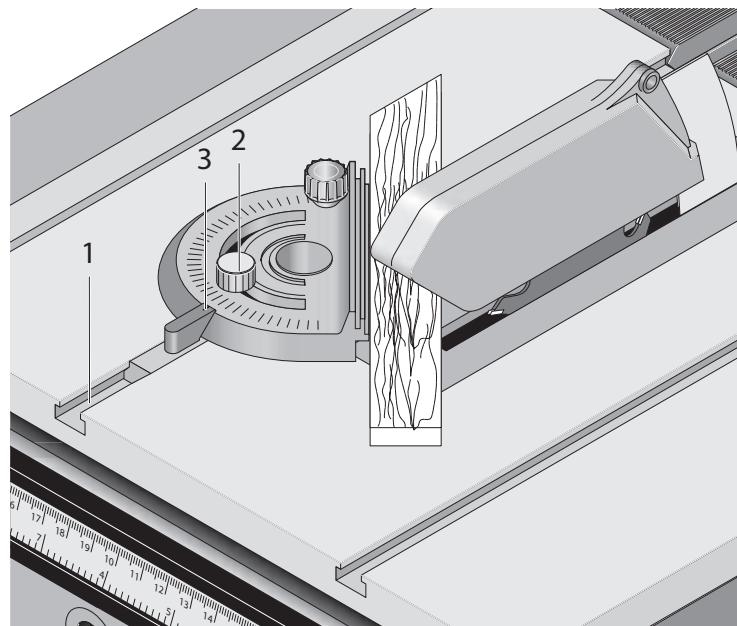

Abbildung 4: Verwendung des Winkelanschlages
- Winkelanschlag in die Führung 1 rechts oder links vom Sägeblatt einsetzen, wie in Abbildung 4 zu sehen.